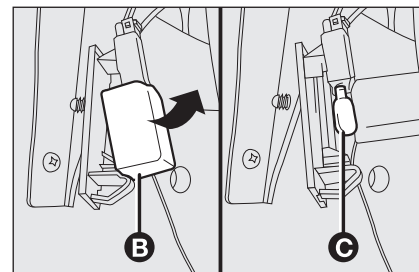

fig. 29
- deschideți apărătoarea becului **B-fig. 29** și înlocuiți becul **C** introdus prin apăsare;